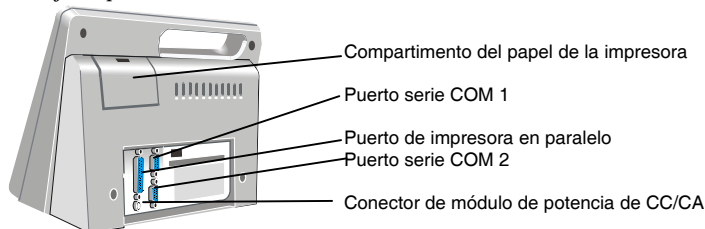

Figura 2 Ubicación de los conectores
El sistema se puede utilizar junto con un equipo de laboratorio compatible con IBM y una impresora externa de puerto serie o paralelo. Los puertos de conexión para estos dispositivos se encuentran en la parte posterior del analizador (Figura 2).
2. Conecte un extremo del cable de impresora en el puerto designado PRINTER (IMPRESORA) (para una impresora en paralelo) o COM 1 o COM 2 (para una impresora en serie) (Figura 2).
2. Conecte un extremo del cable al puerto designado COM 1 o COM 2 (Figura 2).
2. Conecte el cable del módulo de potencia de CC/CA al conector de alimentación (Figura 2).